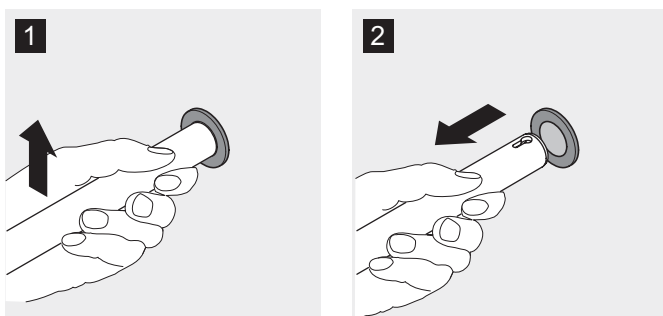

Fig. 15: Warenträger abnehmen
3. Warenträger/Konsole leicht anheben (Fig. 15/1) und von der Steckhülse wegziehen (Fig. 15/2).